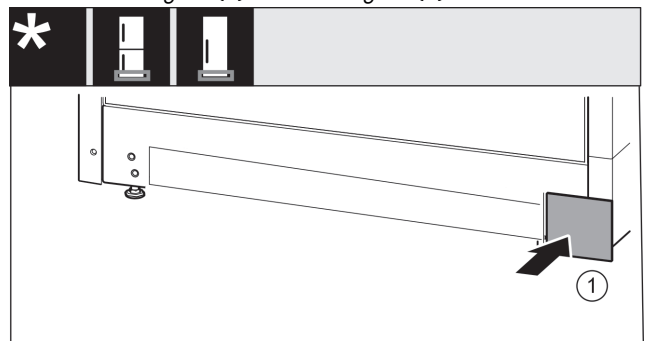

Fig. 22
- Remettre le cache Fig. 22 (1) en place de l'autre côté.